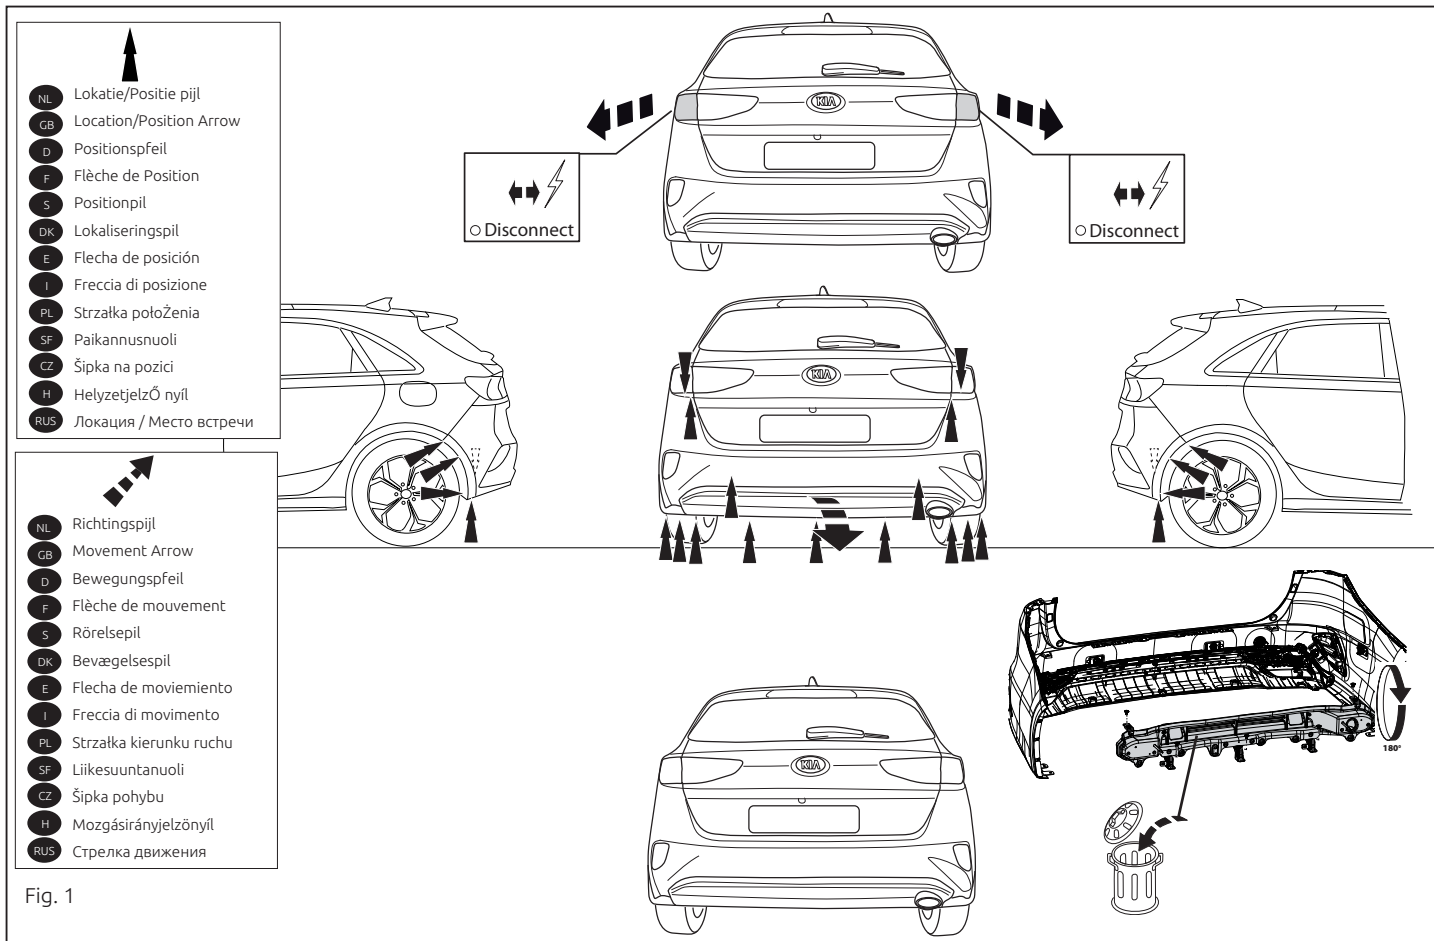

Fig. 1
2. Снять бампер вместе со стальным буферным брусом автомобиля буферный брус больше не понадобится. См. рисунок 1.